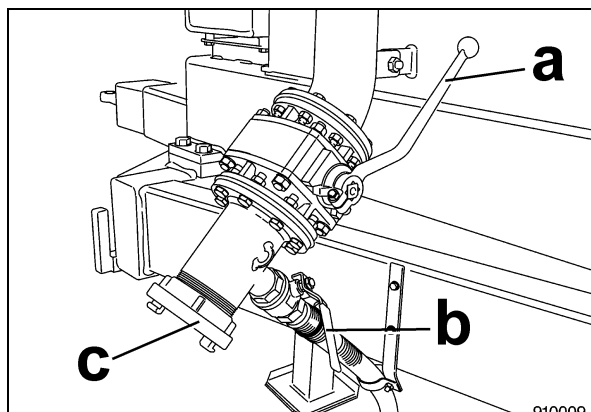

Bild 17
- Befüllschlauch am Füllflansch c (Bild 17) anschließen.
- Absperrhahn a (Bild 17) schließen.
- Entlüftungshahn b (Bild 17) öffnen und Füllschlauch abkuppeln.